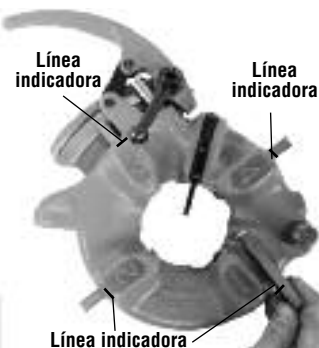

Figura 12 – Inserción de terrajas
- Introduzca las terrajas apropiadas en el cabezal de terrajas, con el borde que lleva el número orientado hacia arriba, hasta que la línea indicadora esté al ras con el borde del cabezal (vea la Figura 12). Los números en las terrajas deben coincidir con los números en las ranuras del cabezal. Siempre cambie el juego completo de terrajas. No mezcle terrajas de distintos juegos.